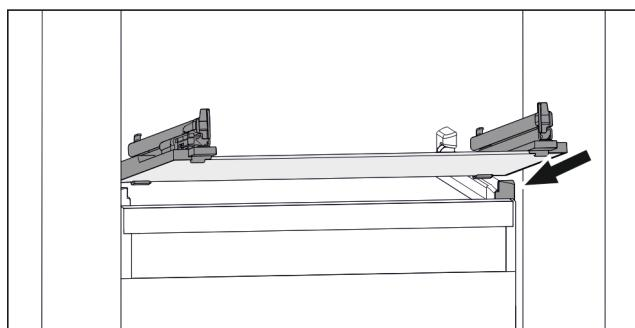

Fig. 111 Приблизне відображення скляної пластини
- Встановити скляну пластину за стопорами навскоси. (див. Fig. 111)